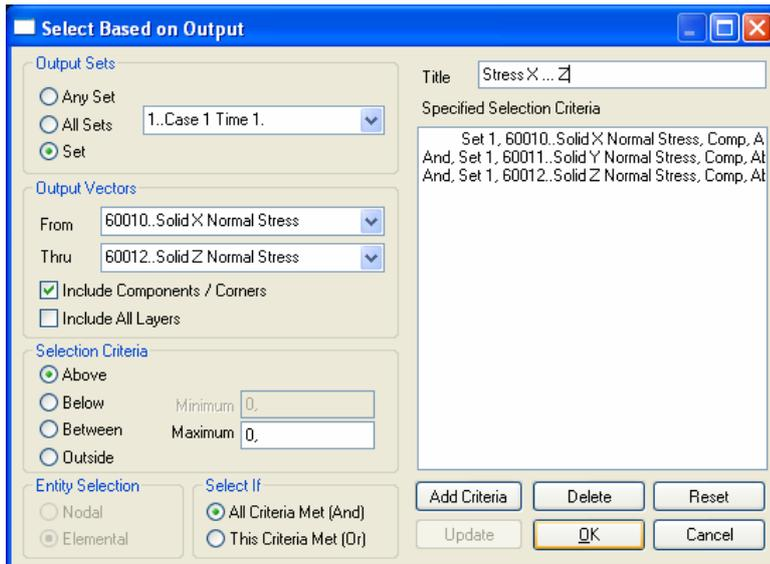

Рис.1.15. Диалоговая панель генерирования групп результатов расчетов
- „**Generate With Output...**”: генерировать группы с результатами расчетов. В секции „**Output Set**” (см. рис.1.15) нужно указать, какие наборы результатов будут задействованы: „**Any Set**” (любой), „**All Sets**” (все), „**Set**” (избрать со списка конкретный набор). В секции „**Output Vector**” указывается диапазон функций: „**From**” (от), „**Thru**” (через). При необходимости инициируются опции „**Include Components / Corners**” (включать компоненты / узлы) и/или „**Include All Layers**” (включать все уровни). В секции „**Selection Criteria**” (критерии выбора) – выбрать одну из радио-